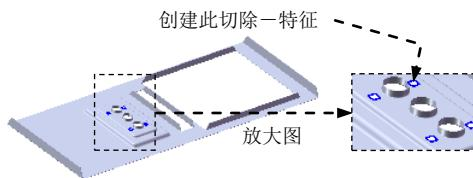

图 17.8.44 创建切除一拉伸 3
- Step11. 创建图 17.8.44 所示的切除一拉伸 3。选择下拉菜单 $\text{插入(I)} \rightarrow \text{切除(C)}$